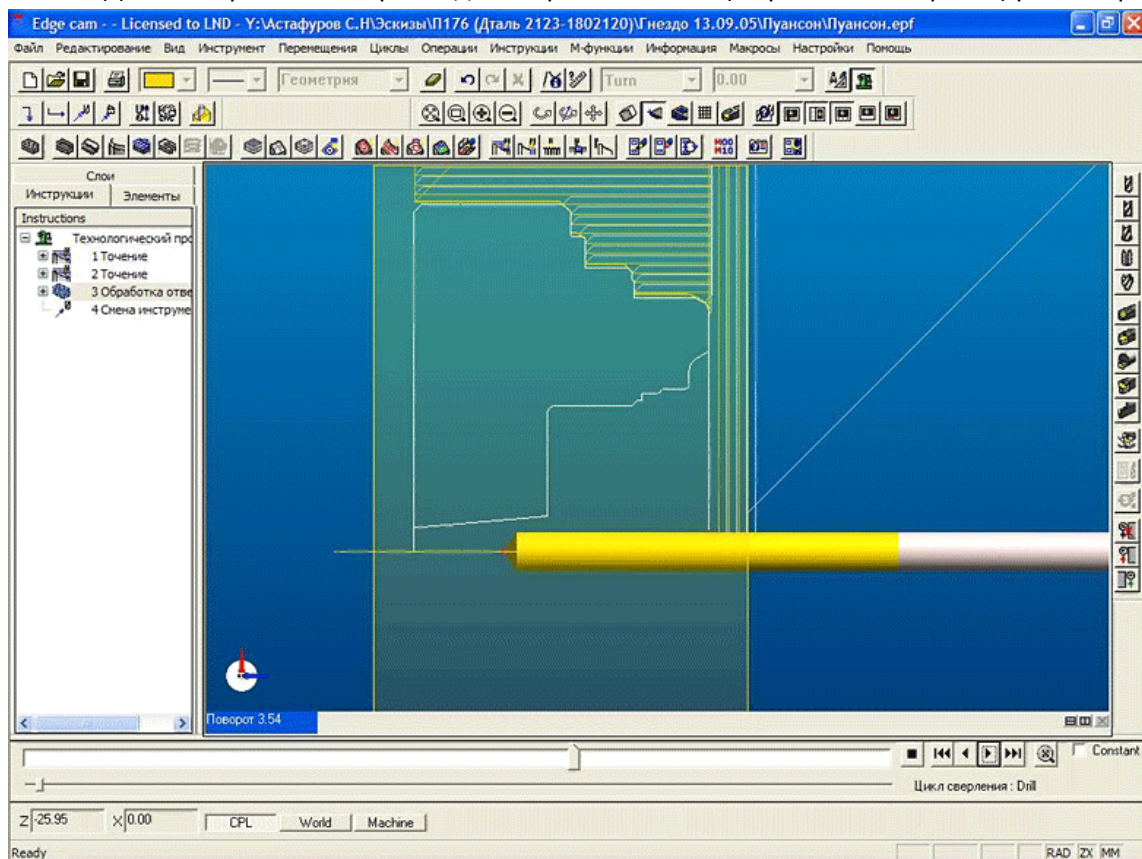
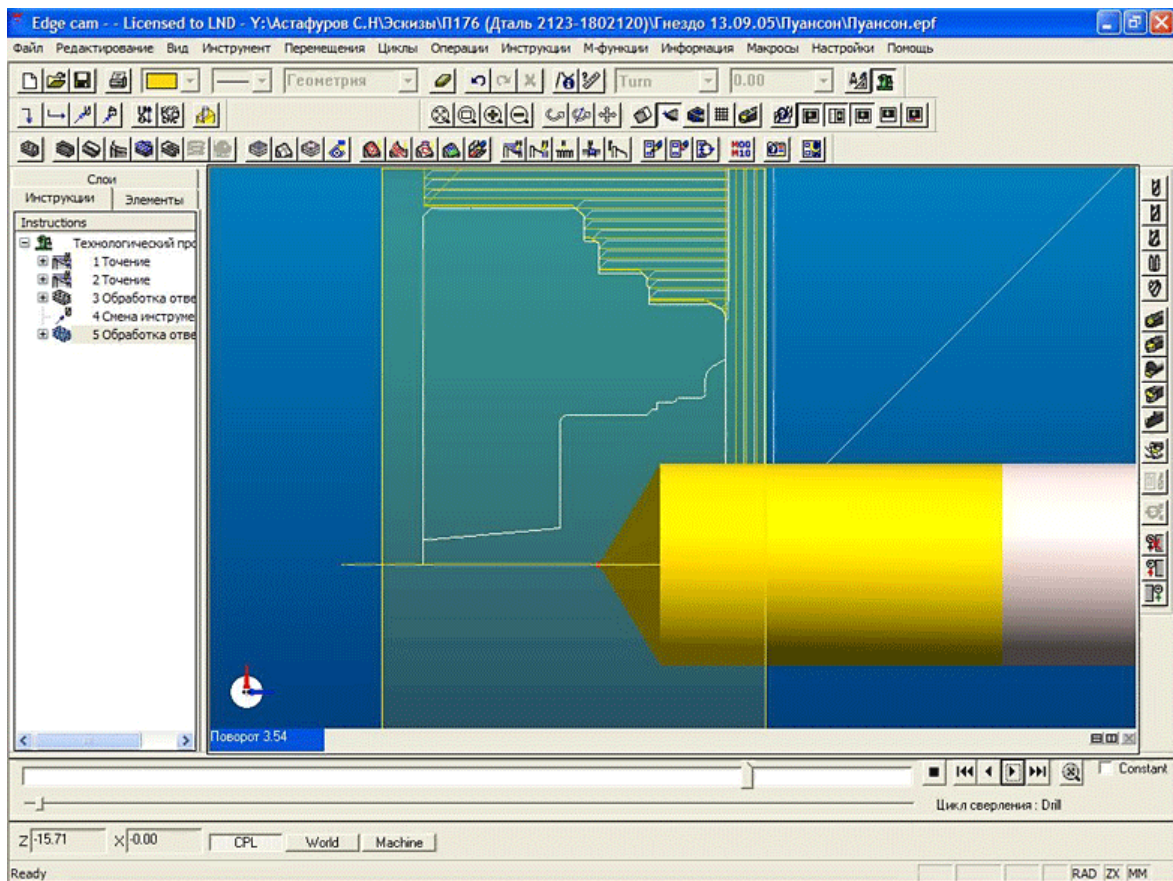

Рис. 5. Edgescam. Обработка отверстий.
Рис. 6. Edgcam. Обработка отверстий.
6. Далее сверлим 2 отверстия диаметром 5 и 25мм (Обработка отверстий) рис. 5 и рис. 6